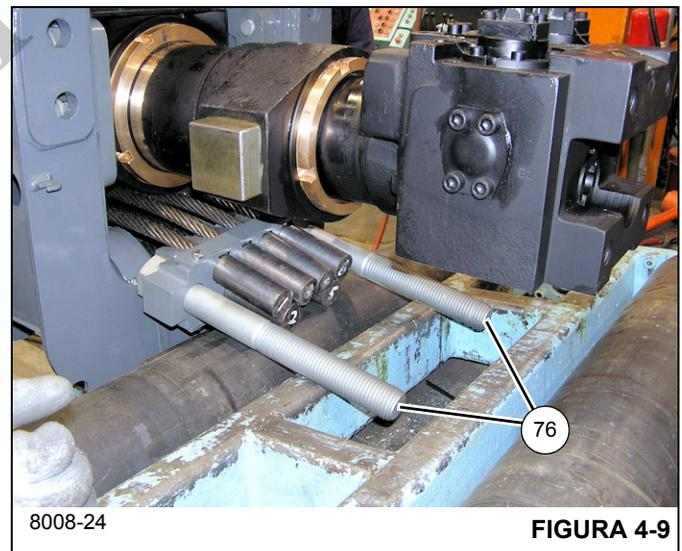

FIGURA 4-9
39. Retire los dos pernos (76) de la placa de anclaje (73) (vea la Figura 4-9).